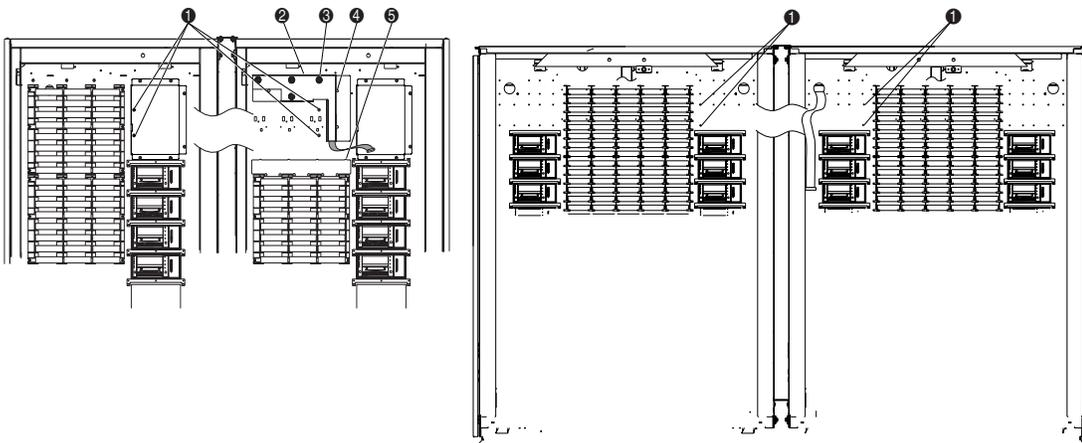

Figura 2-8. Punti di montaggio della libreria
5. Per la libreria ESL9198, collegare la copertura del cavo PTM con tre fermi e quattro viti (N/P 0905057) e rondelle (N/P 0685023) alla parete del vano per coprire il cavo e il relativo foro, facendo attenzione a orientare correttamente il cavo del meccanismo PTM sotto il canale sollevato nella copertura del cavo (vedere la Figura 2-8).
6. Per la libreria ESL9198, installare il coperchio con le aperture dei ripiani dei vani utilizzando sei fermi (vedere la Figura 2-8).
7. Installare due viti (N/P 0905057) e due rondelle (N/P 0685023) nelle due posizioni di montaggio superiori (❶ Figura 2-8). Non serrare, lasciare circa mezzo centimetro di spazio tra la rondella e la parete del vano.